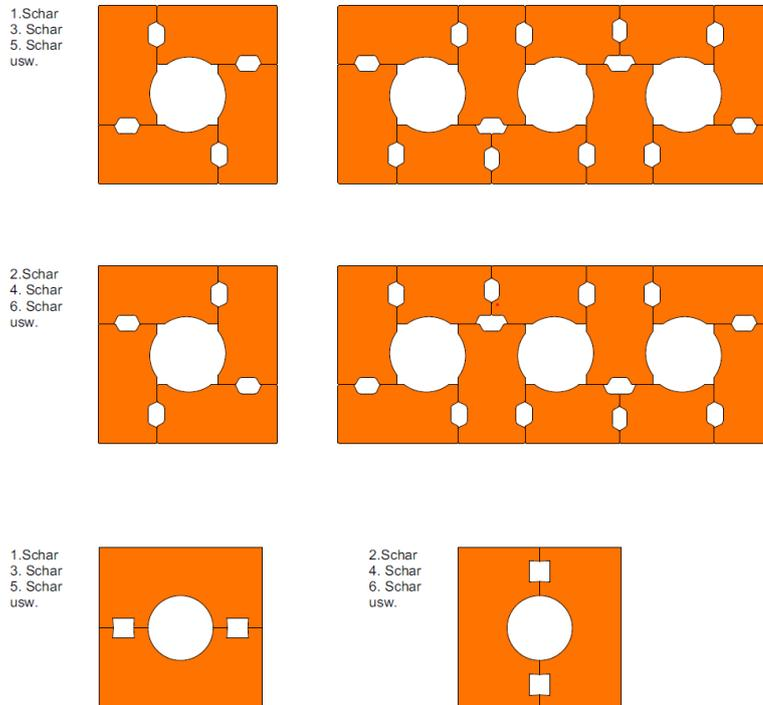

Abbildung 1: Aufmauern im Verbund
- Aufmauern muss laut unten angeführter Skizze (Abbildung 1: Aufmauern im Verbund) erfolgen.